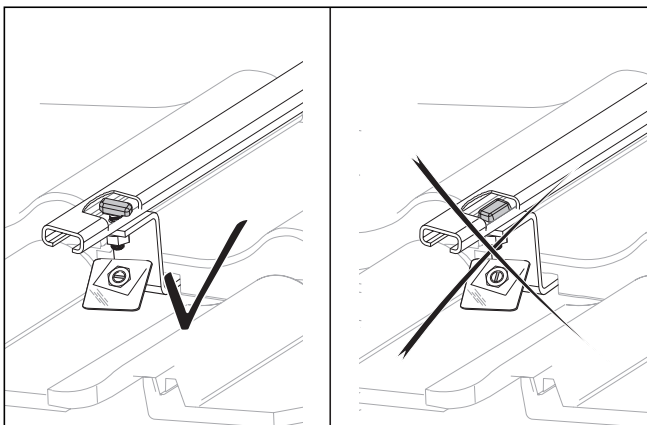

Abb. 6.24 Hammerkopfschraube richtig verschrauben
- Kontrollieren Sie mit einem Spiegel die richtige Einbaulage der Hammerkopfschrauben entsprechend Abb. 6.24.